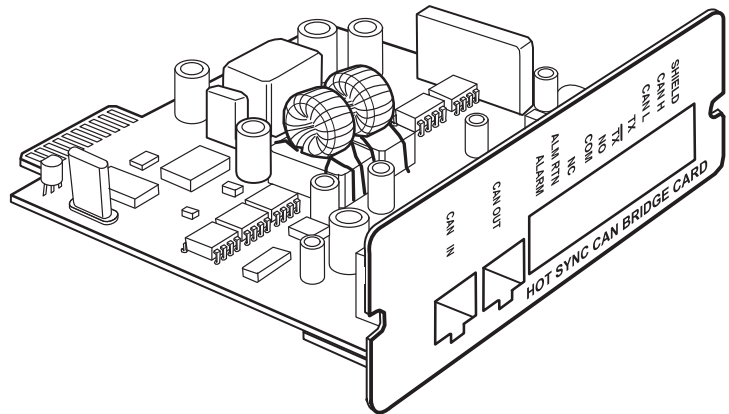

Рисунок 38. Плата Powerware Hot Sync CAN Bridge
- Распакуйте плату Powerware Hot Sync CAN Bridge и убедитесь, что плата не была повреждена во время транспортировки (см. рисунок 38).